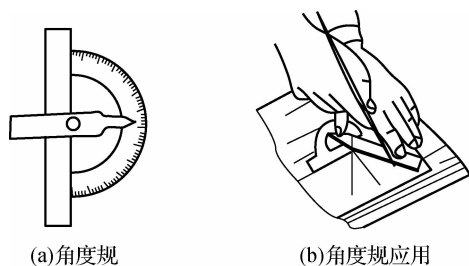

图 1-11 角度规及其应用
角度规常用于划角度线,如图 1-11 所示为角度规及其应用。
(3) 用角度规划角度线。用角度规划角度线见图 1-11。